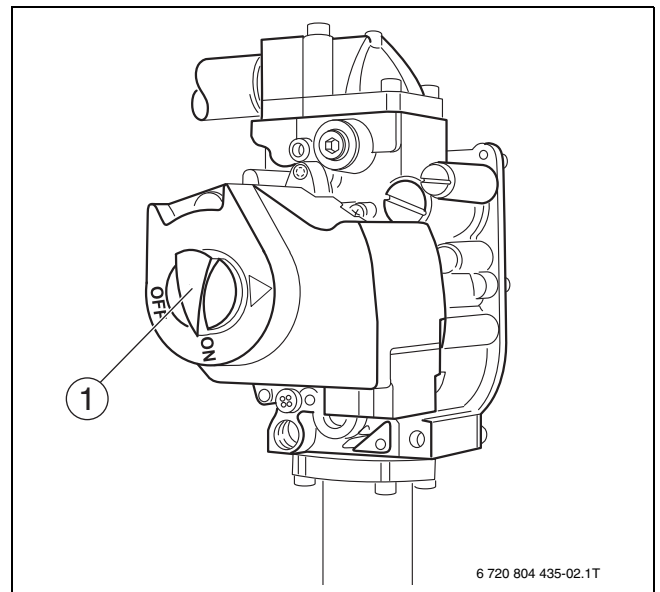

Fig. 2 Bloc gaz
- ▶ N'actionner l'interrupteur principal en aucun cas avec force (→ fig. 2).